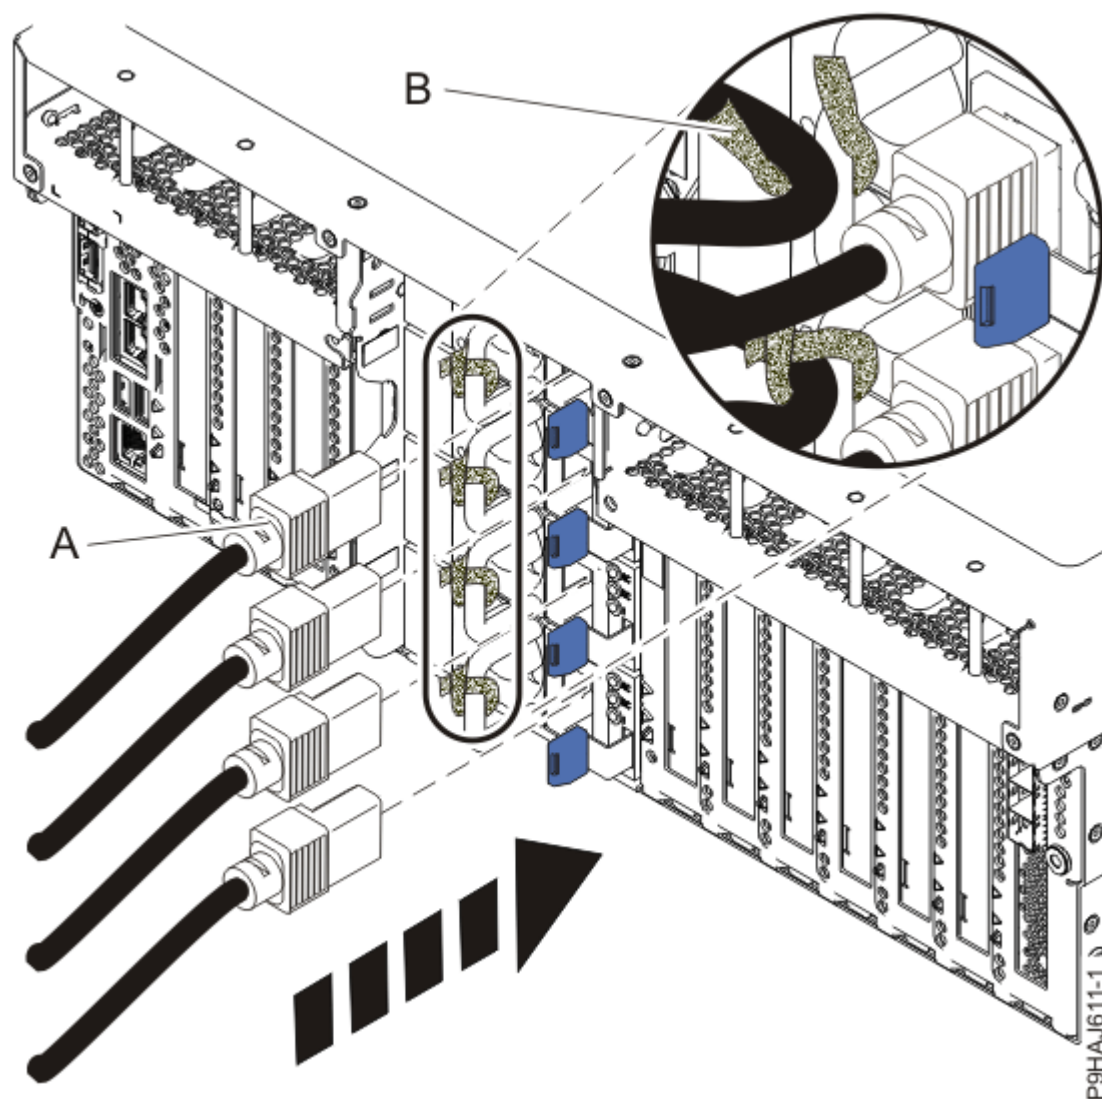
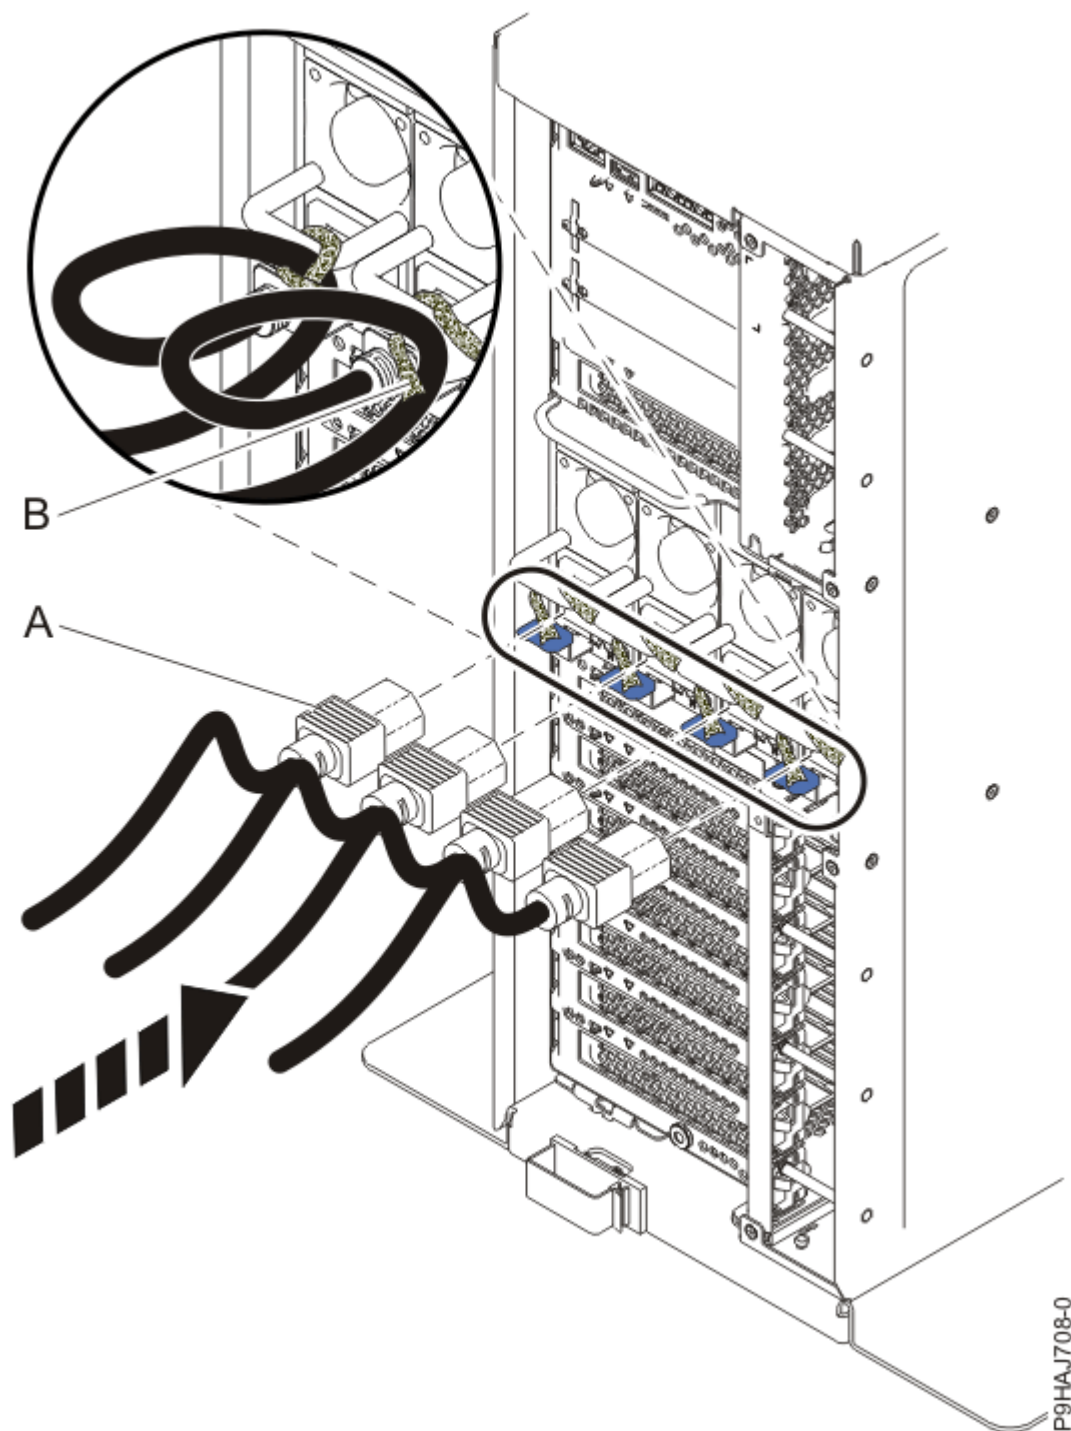

Figura 84. Conexión de los cables de alimentación a un sistema montado en bastidor
Figura 85. Conexión de los cables de alimentación a un sistema autónomo
4. Mediante las etiquetas, vuelva a conectar los cables de alimentación **(A)** a la unidad del sistema. Sujete los cables de alimentación **(A)** al sistema utilizando los mecanismos de sujeción **(B)** tal como se muestra en la Figura 84 en la página 92 o Figura 85 en la página 93.